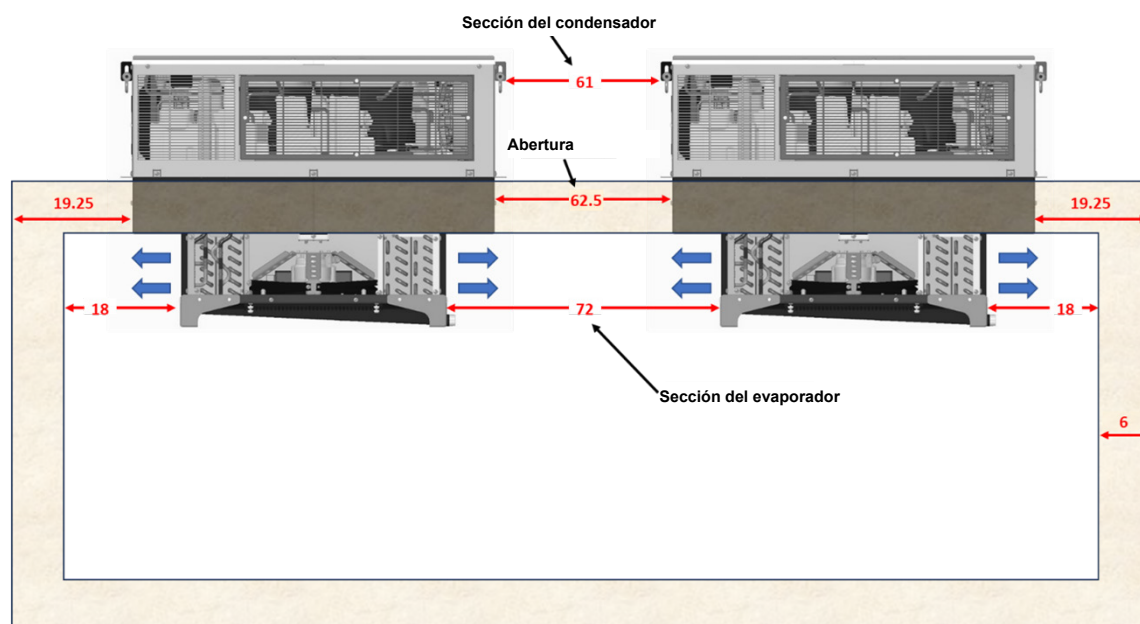

Figura 7 – Comparación de dimensiones
- La separación de las aberturas es diferente a la separación del lado frío. Consulte la Figura 7.